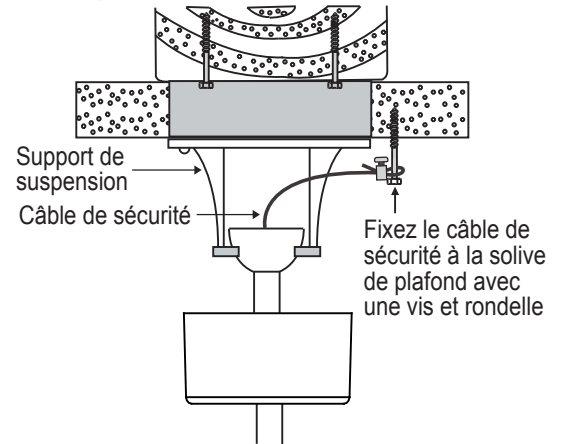

Fig. 12
Étape 1. Fixez la vis à bois et rondelles fournies à la solive de plafond, à côté du support de montage mais ne serrez pas. (Fig. 12)